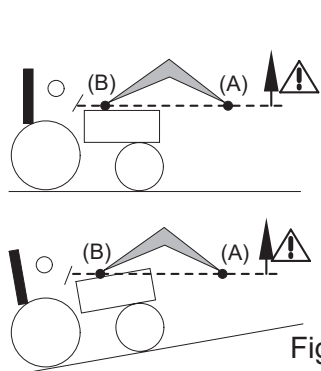

Fig. 2
- При подъеме и перемещении груза необходимо следить за грузом с момента, когда шарнир навесного оборудования (А) пересек горизонтальную линию, проходящую через шарнир погрузчика (В) (рис. 2). При необходимости исправьте положение навесного оборудования так, чтобы груз не был направлен в сторону водителя (рис. 3).
⚠ ОПАСНОСТЬ! Если груз не зафиксирован должным образом, существует опасность падения груза, когда шарнир навесного оборудования (А) выходит за пределы горизонтали шарнира погрузчика (В) (см. рис. 2).
⚠ ОПАСНОСТЬ! Запрещается углублять погрузчик, если шарнир навесного оборудования (А) выходит за пределы горизонтали шарнира погрузчика (В) (см. рис. 2).